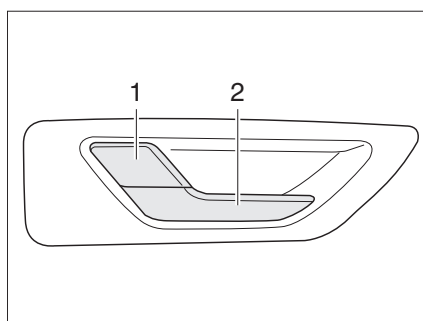

Fig. 27 Serrure du portillon arrière, intérieur
- Tirer sur la poignée (Fig. 27,2). La serrure du portillon est déverrouillée. Le levier de sécurité (Fig. 27,1) ressort automatiquement.
- Appuyer sur le levier de sécurité (Fig. 27,1).